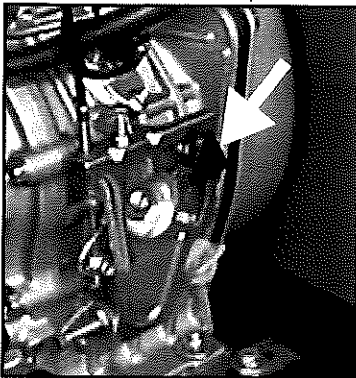

Fig. 7
- 2) Versione P3500 - P4500 - P6000 - WP180 (Motore YANMAR): Riportare il comando acceleratore, posto sul motore (vedi fig. 7), in alto; attendere il completo spegnimento del motore; riportare la chiave sulla posizione "OFF".